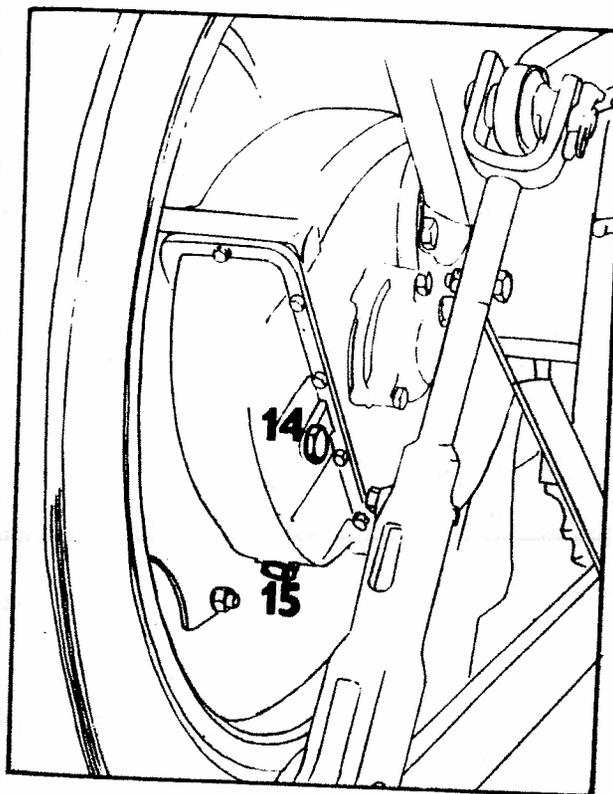

Fig. 9
- 14. Trou de remplissage dans le demi-essieu arrière (fig. 9/14).
- 15. Trou de vidange de l'huile hors du demi-essieu arrière (fig. 9/15).